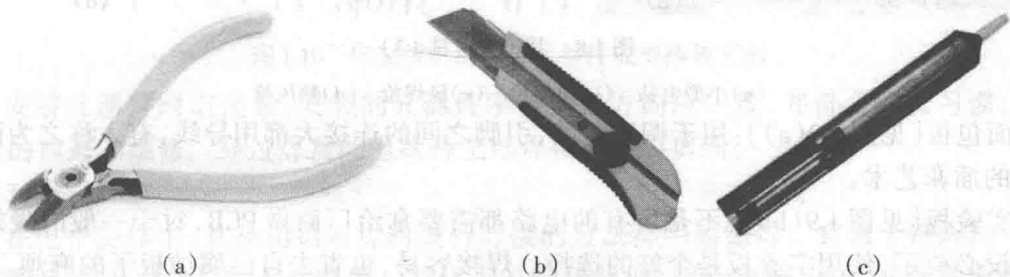

图 1.6 其他工具(1)
(1)斜口钳[见图 1.6(a)]:可以用来剪器件管脚或者导线。
(2)工具刀[见图 1.6(b)]:起“破坏”之用的,如电路板连线短路后,可以用刀割开。
(3)吸锡器[见图 1.6(c)]:当你把电路板弄得焊锡太多,或要拆元器件的时候,它是个好帮手。